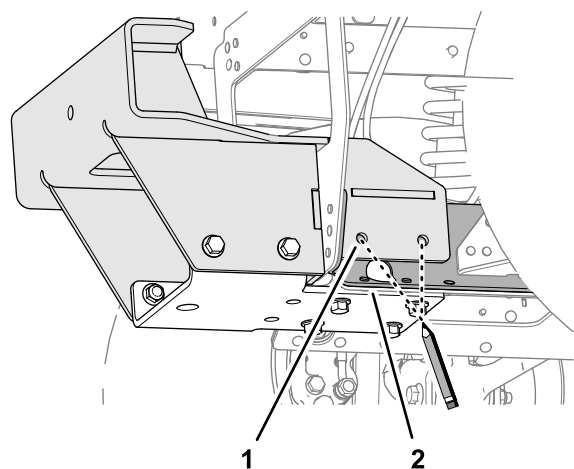
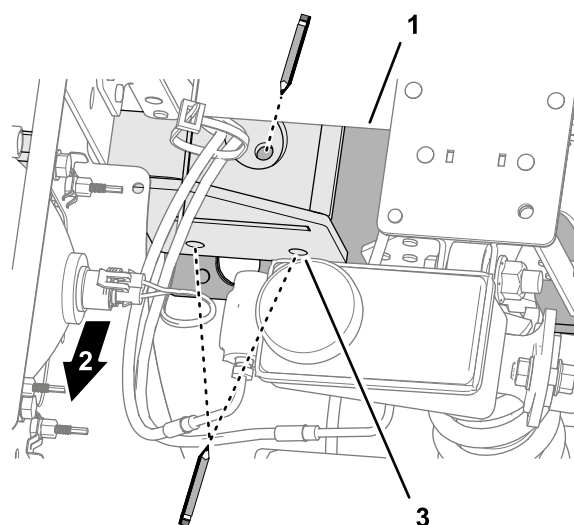
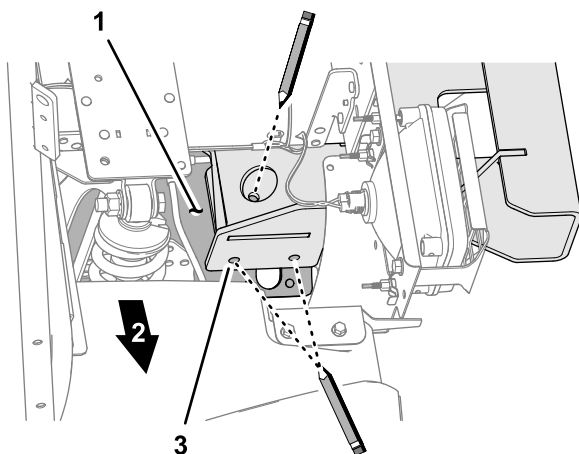

Figura 53
Figura 54
Figura 55
- Marcai cele 6 locaii ale suportului inferior pe placa de canal central după cum este indicat în figurile Figura 53, Figura 54, i Figura 55.